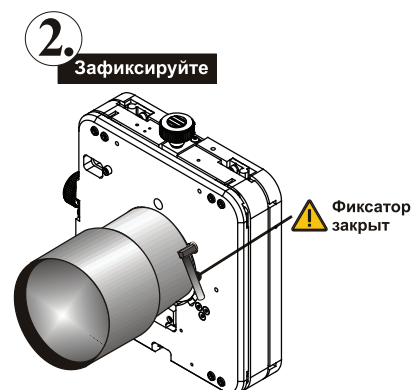

Рис. 2-12 Зафиксируйте объектив
4. Поверните фиксатор ВНИЗ, чтобы зафиксировать объектив. См. Рис. 2-12.